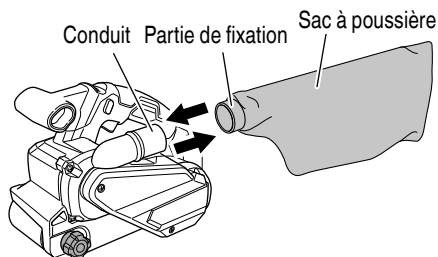

Fig. 10
5. Fixation et retrait du sac à poussière (Fig. 10)